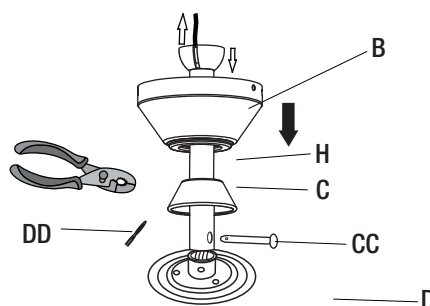

Figura 5
- Coloque el conjunto de la varilla de extensión (H) a través de la campana del techo (B) y la cubierta de la barra de suspensión (C). Inserte los cables del motor a través del conjunto de la varilla de extensión (Figura 5).